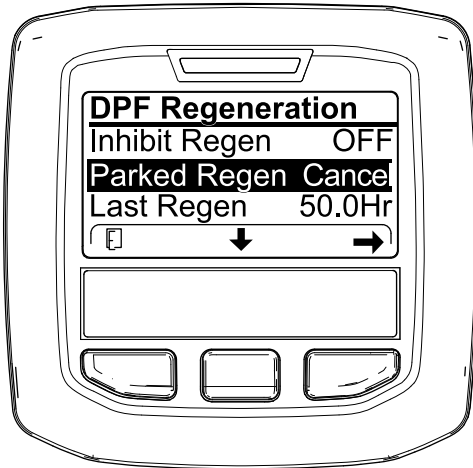
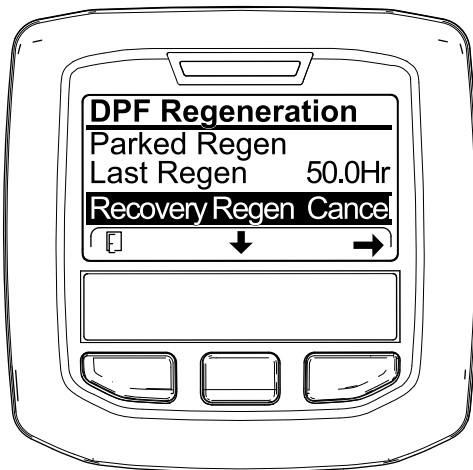

Bild 69
Bild 70
1. Zugreifen auf das Menü für die Regenerierung des Dieselpartikelfilters (Bild 69)
2. Drücken Sie die mittlere Taste, um auf die Option PARKED REGEN. CANCEL (Bild 69) oder RECOVERY REGEN. CANCEL zu navigieren (Bild 70).
3. Drücken Sie die rechte Taste, um den Eintrag „Regen Cancel“ auszuwählen (Bild 69 oder Bild 70).